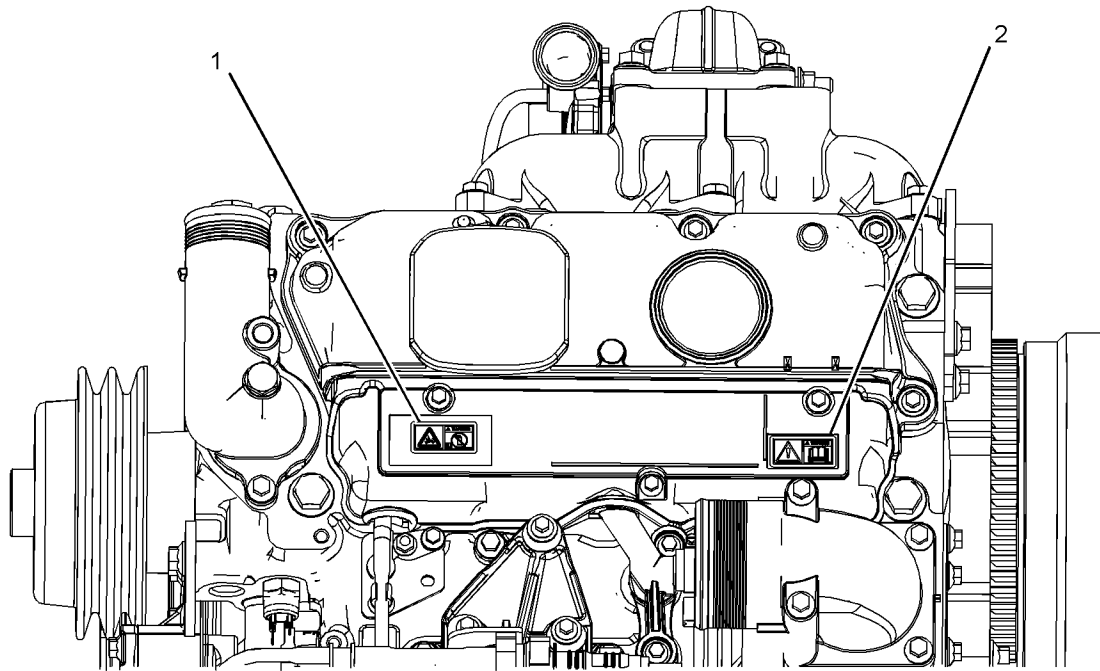

图 2
通用警告标签 (2) 位于进气歧管盖的后端。参考图 2。
(2) 乙醚
乙醚警告标签 (1) 位于进气歧管盖的前端。参考图 2。